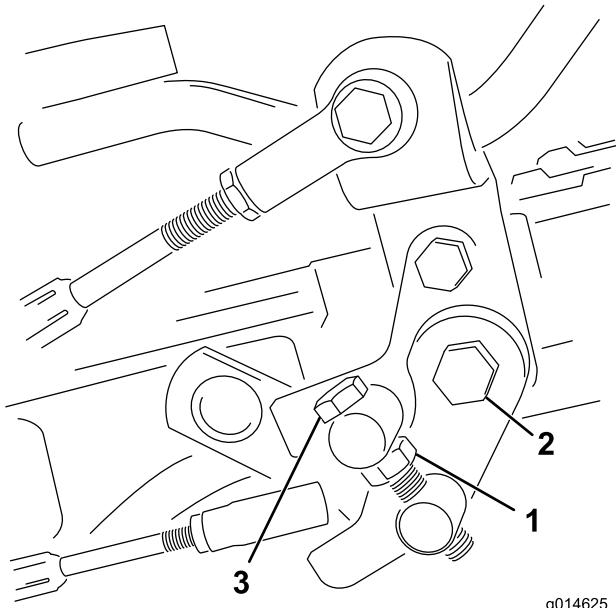

図 50
1. トランニオンボルトのジャムナットをゆるめる（図 50）。
4. トランニオンボルトのジャムナット、およびペダルピボットのナットを締め付けて調整を固定する（図 50）。調整を確認し、必要に応じて再調整する。